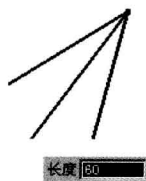

图 2.8.22 派生角平分线
- 如果选择两条不平行的直线时（不需要相交），系统将构造一条角平分线。可以通过拖动鼠标以确定直线长度（或在动态输入框中输入一个值），也可以在成角度两条直线的任意象限放置平分线，如图 2.8.22 所示。